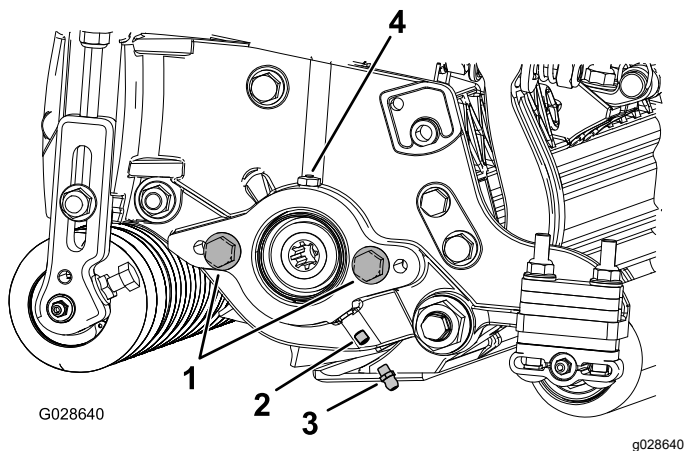

Figura 4
1. Îndepărtați și eliminați urubul de reglare de pe placa laterală a motorului de cilindru (Figura 4).
2. Instalarea gresorului drept (Figura 4).
2. Dacă nu există uruburi cu cap pe placa laterală a motorului de cilindru, montați-le (Figura 4).
5. Lubrifiați placa laterală până când excesul de lubrifiant ajunge în zona de evacuare a lubrifiantului (Figura 4).